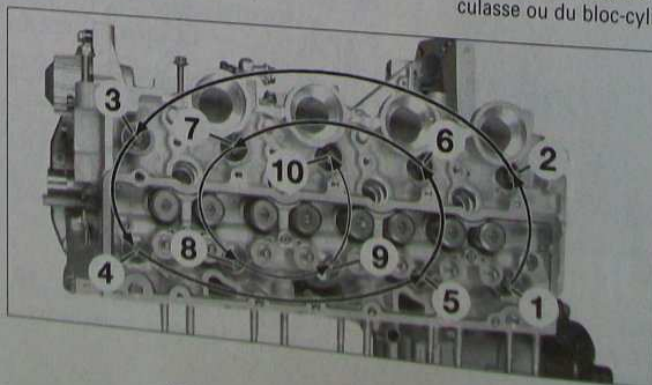

FIG.37
- les pions butée de bride d'injecteurs (16) en prenant soin de repérer leur position.
- les vis de culasse dans l'ordre indiqué (Fig.37).